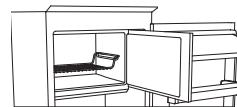
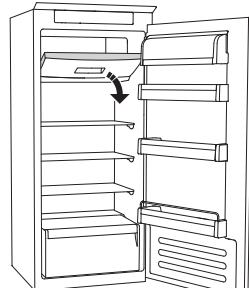

Figura 1
Figura 2
- așezați alimentele pe grătar, dacă există (figura 1) sau direct în partea inferioară a compartimentului (figura 2)
SISTEMUL OPRIRE ÎNGHEȚARE (disponibil la unele modele) facilitează procedura de dezghețare a compartimentului congelator. Accesoriu OPRIRE ÎNGHEȚARE (figura 1) este conceput pentru a colecta o parte din gheață care se formează în compartimentul congelator. Accesoriu este ușor de scos și curățat, reducând astfel timpul necesar pentru dezghețarea interiorului compartimentului congelator.
- Deschideți ușa compartimentului congelator și scoateți sertarul superior (figura 2).